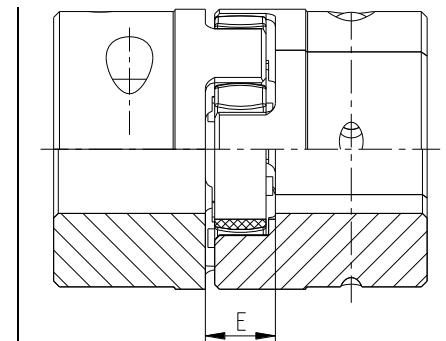

Bild 9: Kupplungseinbau
- Verschieben Sie die Aggregate in axiale Richtung, bis das E-Maß erreicht ist (siehe Bild 9).